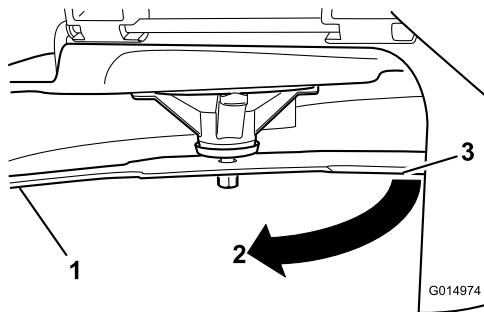

Figure 46
- Mesurez la distance entre la lame et la surface (A)
- Tournez la même lame de 180 degrés pour amener l'autre tranchant à la même position (Figure 46).